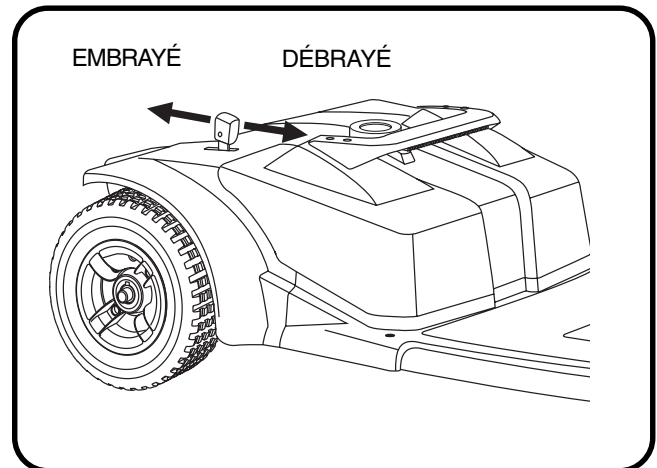

Figure 4.1 Levier d'embrayage manuel
2. Placez le levier d'embrayage en position "embrayée" (Fig 4.1).
Assurez-vous que le scooter est sur une surface horizontale et que vous vous tenez debout derrière avant de débrayer (passer au neutre) le scooter (Fig. 4.1).
- Indiquez au préposé de la compagnie aérienne comment embrayer et débrayer le scooter pour bloquer en place et/ou le déplacer manuellement. Référez-vous à figure 4.1.